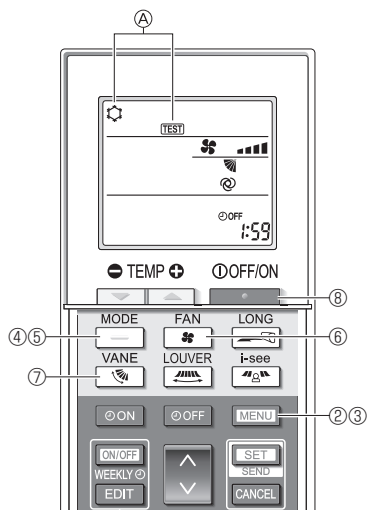

Fig. 8-5
- ① Tænd for strømmen til enheden mindst 12 timer før testkørslen.
- ② Tryk på **[MENU]**-knappen i 5 sekunder. (Fig. 8-5)
- ③ Tryk på **[MENU]**-knappen.
A) [TEST] og den aktuelle funktionsmåde vises. (Fig. 8-5)
- ④ Tryk på **[—]**-knappen for at aktivere afkølingstilstanden, og kontrollér derefter, om der blæses kold luft ud fra enheden.
- ⑤ Tryk på **[—]**-knappen for at aktivere opvarmningstilstanden, og kontrollér derefter, om der blæses varm luft ud fra enheden.
- ⑥ Tryk på **[—]**-knappen, og kontrollér, om ventilatorhastigheden ændres.
- ⑦ Tryk på **[—]**-knappen, og kontrollér, om autovingen fungerer korrekt.
- ⑧ Tryk på **[—]**-knappen for at stoppe testkørslen.